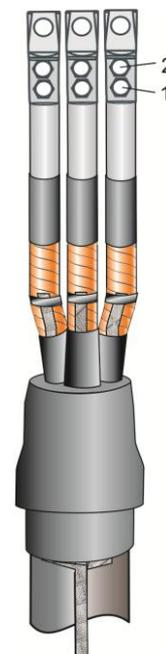

Рис.13
**13.** Снять фазную изоляцию с жилы кабеля на расстоянии, равном внутренней длине цилиндрической части наконечника. Надвинуть наконечник и сорвать головки болтов в соответствии с Рис.13.